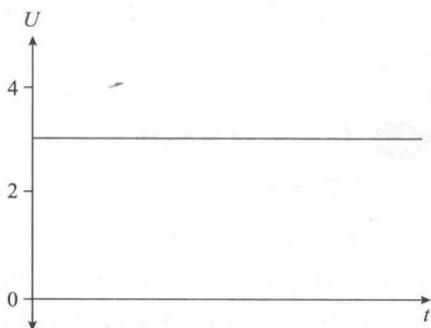

图 1-1 理想直流电压示意图
(1) 电压值和极性保持不变的电压称为恒定（理想）直流电压（图 1-1）。电压值变化和极性保持不变的电压称为直流电压。
(2) 电压是造成电流流过导体的压力（电动势）。电压力是由两个原子之间由于正负电荷量的失衡而具有的“电位差”形成的。
(3) 电压的计量单位叫伏特（V）。大多数汽车电路用蓄电池或发电机作电源，是 12V 电系。有的卡车用 24V 电系。